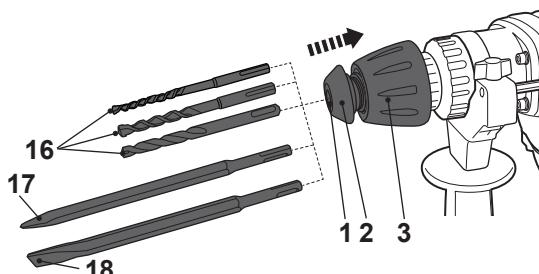

Fig. 1
- > Trageți manșonul mandrinei (3) înapoi și țineți-l în poziție.
- > Introduceți burghiul / dalta SDS cu o mișcare de rotație până la capăt în mandrina mașinii de găurit (1) (Fig. 1).